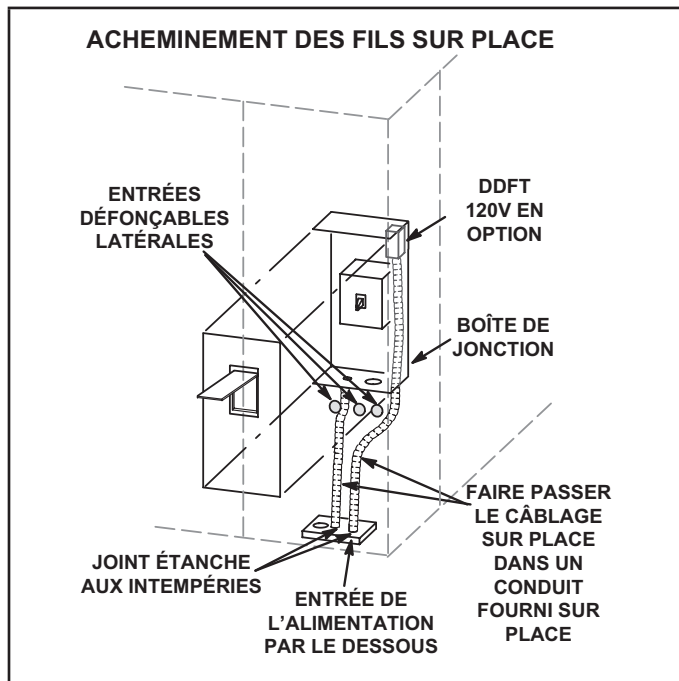

FIGURE 11
Acheminer le câblage sur place dans un conduit entre le sectionneur d'alimentation inférieur. Voir FIGURE 11. Cela ne remplace pas les codes locaux ou les autorités compétentes.
- 3 - Unités avec prise DDFT 120 V optionnelle - Acheminer et raccorder un câblage séparé de 120 V aux DDFT qui ne sont pas câblées en usine. Acheminer le câblage sur place dans un conduit entre le sectionneur d'alimentation inférieur et la prise DDFT. Voir FIGURE 11.